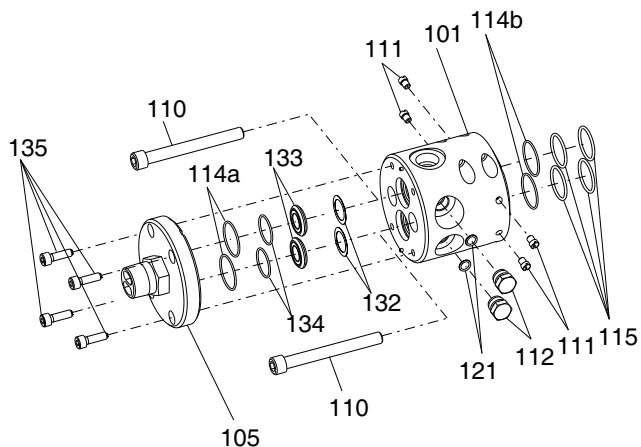

図 6
8. O リング (119) をエアキャップ (104) に設置します。エアキャップをエアハウジング (102) に締め付けます。30 ft-lbs (41•Nm) のトルクで締めてください。
9. 液体ハウジング (101) 内に 4 つの新しい O リング (115) を取り付け、2 つの O リング (114b) を溝に取り付けます。グリースを塗ります。図 6 を参照してください。
10. 新しい O リング (121) を取り付け、プラグ (112) を再び取り付けます。
11. エアセクション (102) を液体ハウジング (101) へ押し込んでください。新しいガスケット (132)、シート (133)、新しい O リング (134) を取り付けます。ネジ (110) を液体ハウジング (101) に締めてください。40-45 ft-lbs (54.2-61.0 N•m) のトルクで締めてください。
12. 新しい O リング (114a) を設置し、アウトレットハウジング (105) を再設置してください。4 つのネジ (135) をアウトレットハウジングに締めてください。30-35 ft-lbs (40.7-47.5 N•m) のトルクで締めてください。